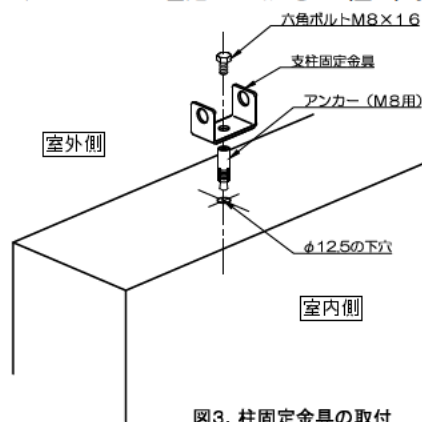

図3. 柱固定金具の取付
- (1) 墨出しを行った箇所に下穴(φ12.5、深さ39)をあけ、アンカー(M8用)を埋め込み、柱固定金具を六角ボルトM8×16で固定してください(図3)。